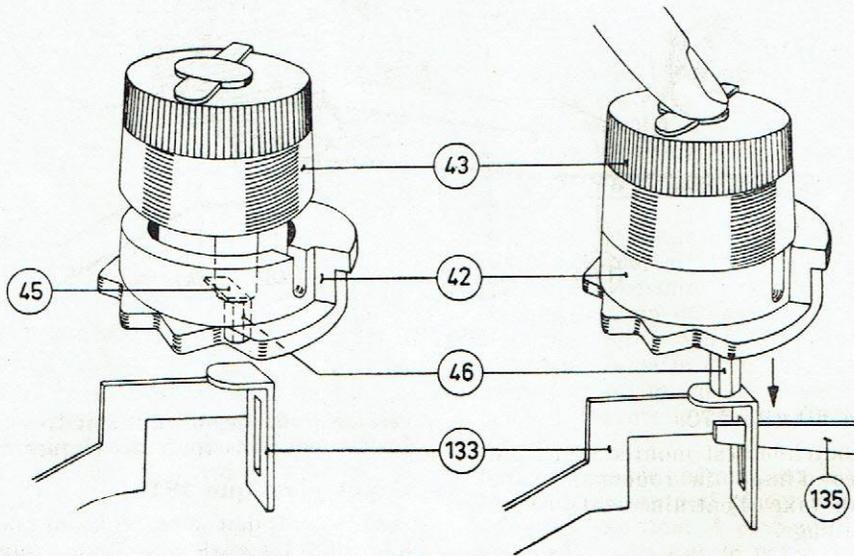

Fig. 9
Levier d'accouplement 133 et 134 (voir fig. 9).
b) Les extrémités horizontales plates des leviers se trouvent exactement sous les trous oblongs de la platine (au-dessous de la broche de commutation 46) (voir fig. 9).